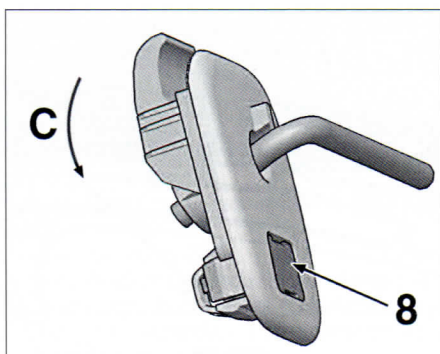

FIG. 48
Desengrapar el bloqueo de parasol (8) y separar (C) el parasol (en cada lado) (fig. 48).